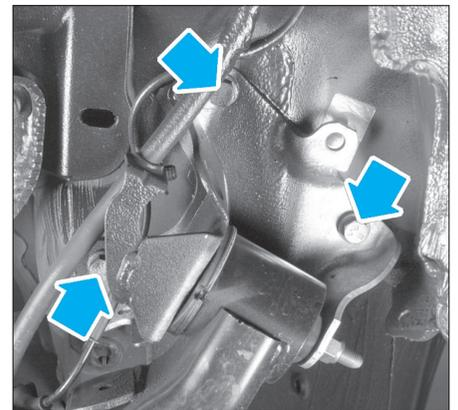
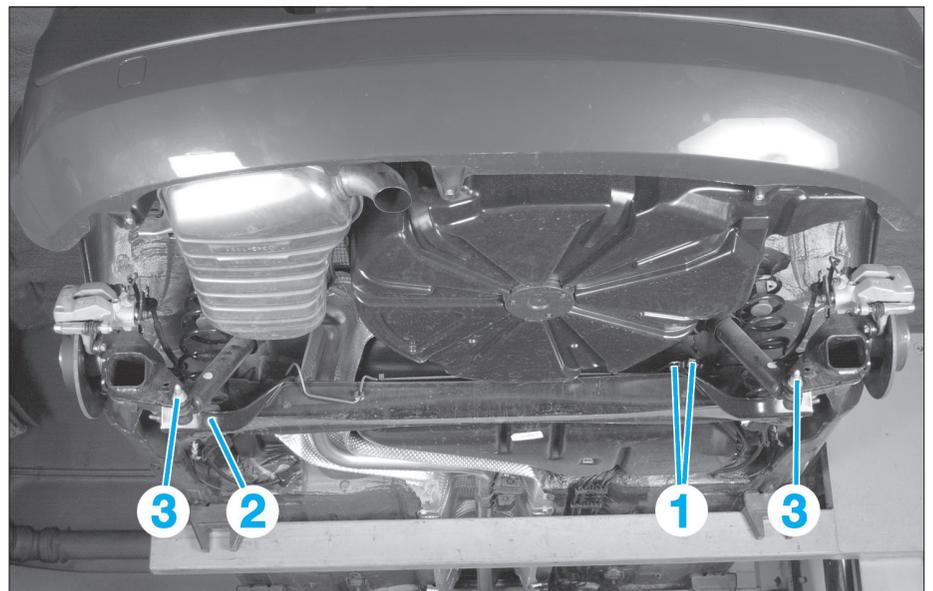

FIG. 21
FIG. 20
- Dévisser les écrous des canalisations de frein (1) (Fig.20).
- Mettre un vérin d'organe avec une cale sous la surface d'appui (2) du ressort gauche.
- Déposer la fixation inférieure de l'amortisseur gauche (3).
- Déposer les vis de fixation du train arrière sur la caisse (Fig.21).